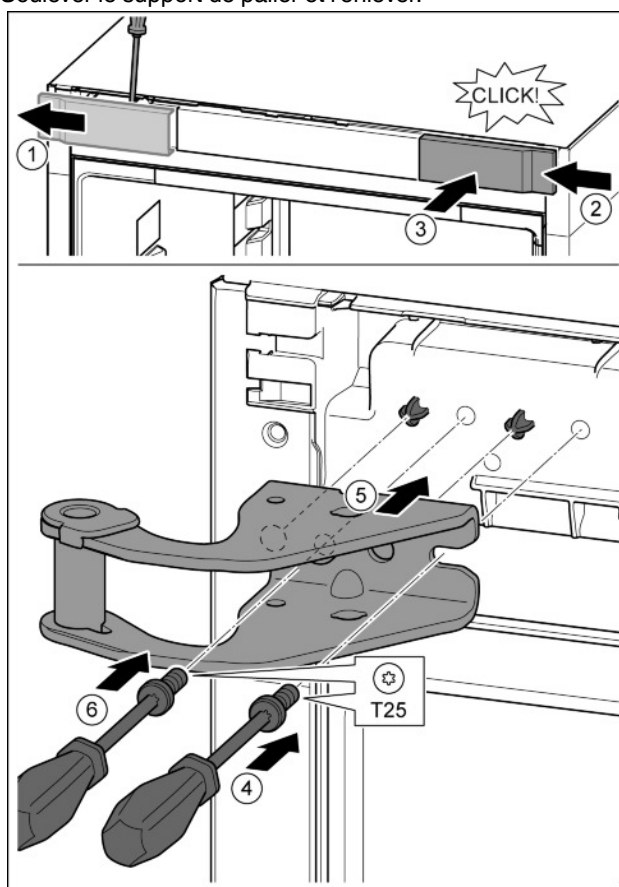

Fig. 13
- u Libérer le cache avec un tournevis et le mettre de côté. Fig. 13 (1)
- u Accrocher le cache tourné de 180° de l'autre côté à droite. Fig. 13 (2)
- u Enfoncer le cache. Fig. 13 (3)
- u Mettre en place la vis avec un tournevis T25. Fig. 13 (4)
- u Mettre en place le support de palier supérieur. Fig. 13 (5)
- u Serrer la vis. Fig. 13 (4)
- u Mettre en place la vis avec un tournevis T25 et la serrer. Fig. 13 (6)